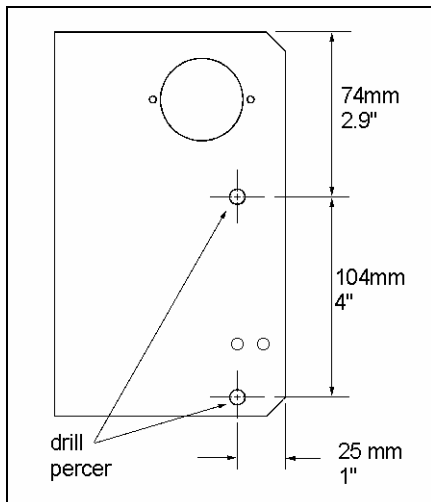
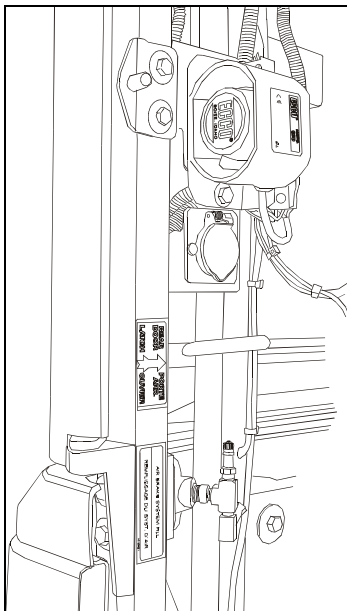

FIGURE 1 : VÉHICULES XL2, POSITION DES TROUS À PERCER
FIGURE 3 : ORIENTATION DE L'ALARME, VÉHICULE XL2
2. **Pour les véhicules de série XL2**, percer 2 trous de 8mm de diamètre dans la plaque support selon la figure 1. Fixer l'alarme Ecco selon l'orientation de la figure 3. Rebrancher le connecteur de l'alarme.